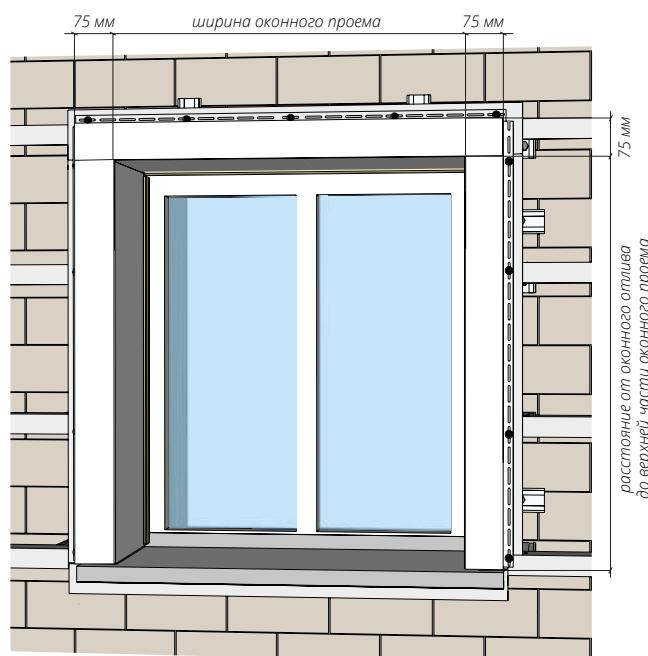

Рисунок 47
- 13.3 Первой монтируется верхняя околооконная планка. Ее размер равен ширине оконного проема +150 мм (рис. 47) (150 мм — это перехлест околооконных планок с левой и правой стороны). Далее монтируются левая и правая околооконная планка. Ее размер равен расстоянию от оконного отлива до верхней части оконного проема +75 мм (рис. 47). Если вы опасаетесь ошибиться в размере околооконной планки, ее можно отрезать немного большего размера. После всех подрезов, загибов, подгона размеров лишнее отрезать.